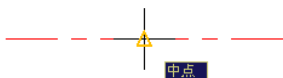

图 17.2.4 捕捉“中心”
③ 在状态栏中将  (极轴追踪)、 (对象捕捉) 和  (对象捕捉追踪) 按钮显亮，以打开极轴、对象捕捉和对象追踪模式。
④ 选择下拉菜单 **绘图(U) → 直线(L)** 命令，捕捉到水平中心线的“中点”后(图 17.2.4)，将光标向中心线上方缓慢移动，并在捕捉到极轴时输入数值 80.0，然后按下 Enter 键，此时已选取直线的第一点；在命令行提示 **指定下一点或 [放弃(U)]:** 时，将光标沿垂直方向向下移动，在捕捉到极轴时输入数值 160，然后按两次 Enter 键。